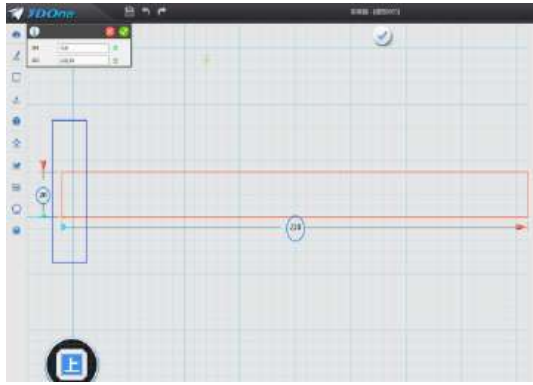
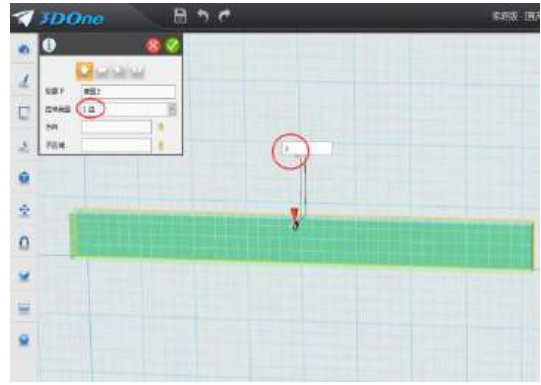

图 6-3
图 6-4
2.绘制直尺：鼠标移到屏幕最左侧第二个图标“草图绘制”命令里面的“矩形”命令，鼠标再移动舞台中间如图 6-3 所示位置，画出长：210，宽：20 的草图矩形，点击确定完成绘制。对草图进行拉伸，鼠标移动到屏幕最左侧“特殊造型”里面的“拉伸”命令，拉伸类型：一边；拉伸距离：1，如图 6-4，确定完成。